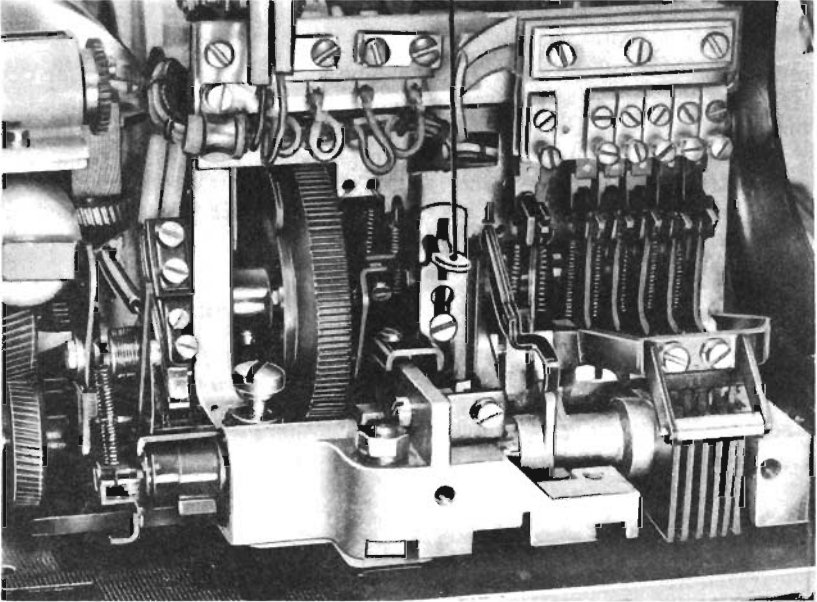

Bild 6
Till vänster under skyddskåpan sitter skriftspärren (bild 6). När den står i mellanläget (spärrläget) skriver maskinen ingen text under sändning. Om man vill ha kontrollskrift vid såväl manuell som automatisk sändning skall skriftspärren stå i övre läget. I det undre läget får man kontrollskrift endast vid manuell sändning.
5. Se till att skriftspärren står antingen i övre eller undre läget (se bild 6).